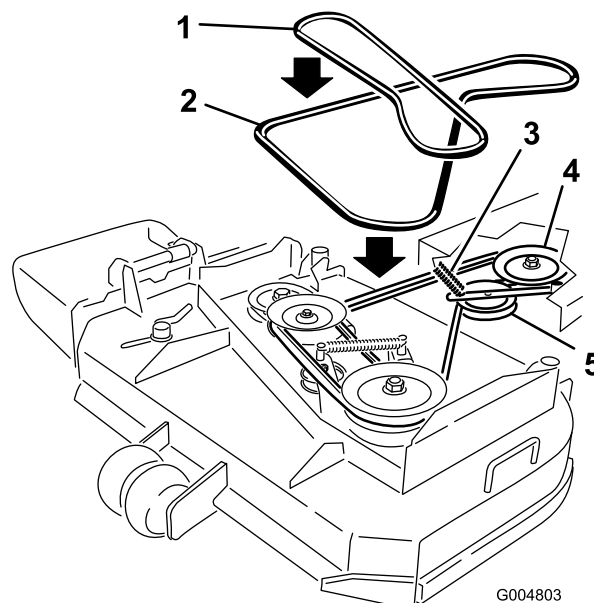

Figura 38
6. Retire la correa de la polea central de la carcasa del cortacésped (Figura 38). Extreme las precauciones al retirar la correa ya que la tensión aumentará debido a que la polea tensora está tensada con muelle.
7. Retire la correa de la polea del motor y la polea tensora tensada con muelle (Figura 38).
8. Instale la nueva correa en la polea del motor y la polea tensora tensada con muelle (Figura 38).
9. Coloque la correa en la polea central de la carcasa del cortacésped (Figura 38). Extreme las precauciones al instalar la correa ya que la tensión aumentará debido a que la polea tensora está tensada con muelle.